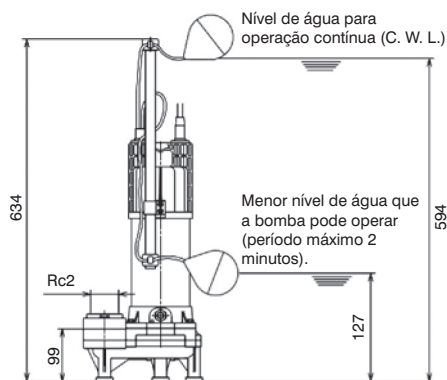

Fig. 2
- 9) Para uma bomba tipo automático (DWVGA), posicionar a boia como mostrado na Fig. 2. Se a chave boia tocar a parede ou o tubo do tanque de água, a boia pode ficar imóvel, assim, pode ocorrer falhas. Manter a chave da boia longe de obstáculos.